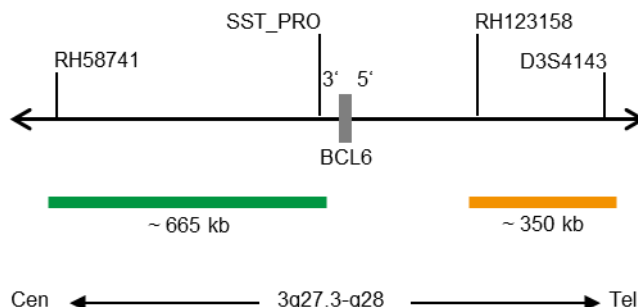

Fig. 1 : Carte de la sonde SPEC BCL6 (pas à l'échelle)
- Polynucléotides marqués au ZyGreen (excitation 503 nm/émission 528 nm) (~10 ng/ μ l), qui ciblent des séquences cartographiées en 3q27.3* (chr3:186,737,897-187,403,834) à proximité de la région du point de rupture BCL6 (voir figure 1).
- Polynucléotides marqués au ZyOrange (excitation 547 nm/émission 572 nm) (~4,5 ng/ μ l), qui ciblent des séquences cartographiées en 3q27.3-q28* (chr3:187,744,962-188,097,195) distales de la région du point de rupture BCL6 (voir figure 1).